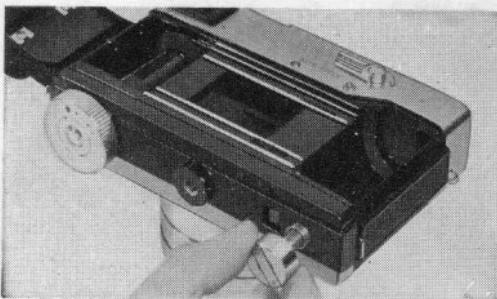

Fig. 3
- ♣ 2. Pull out the FILM REWINDING CRANK. (Fig. 3)
- ♦ 2. Ziehen Sie den Rückspulknopf. (Fig. 3)
- ♥ 2. Tournez le bouton de rebobinage jusqu'a ce qu'il saute dehors du boîtier (Fig. 3)
- ♠ 2. Tirese la Manivela de Reenrollado de la Pelicula. (Fig. 3)